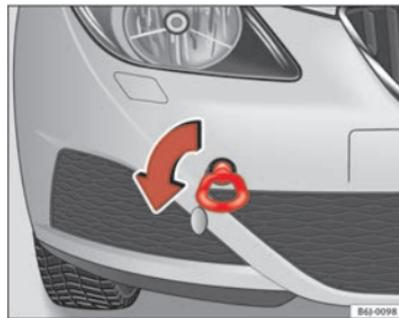

Abb. 156 Einschrauben der Abschleppöse vorne am Fahrzeug
- Die Abschleppöse nach *links* in die vom Pfeil gezeigten Richtung einschrauben ⇒ Seite 244, Abb. 156. ■